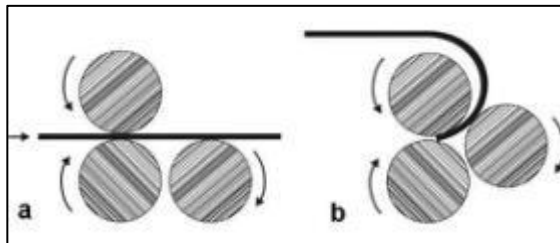

Figure 14
8. Actionnez la poignée ; lorsque le matériau atteint le point où le rayon est à commencer (a, Figure 14), arrêter la machine et soulevez le rouleau fou d'une quantité égale à chaque extrémité pour obtenir la courbure souhaitée.
9. Redémarrez les rouleaux et continuez jusqu'à ce que la courbure soit terminée (b, Figure 14). Soutien pièce à la sortie de la machine.